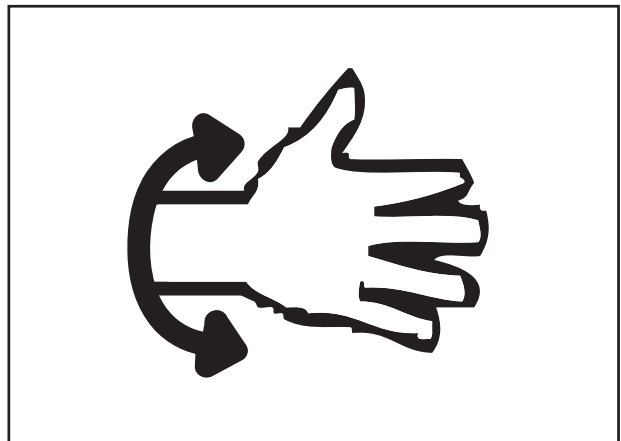

Рис. 18
- Буксируйте навесное оборудование за тяговую балку. Буксировка при подсоединении к другим местам может привести к опрокидыванию трактора (рис. 18).